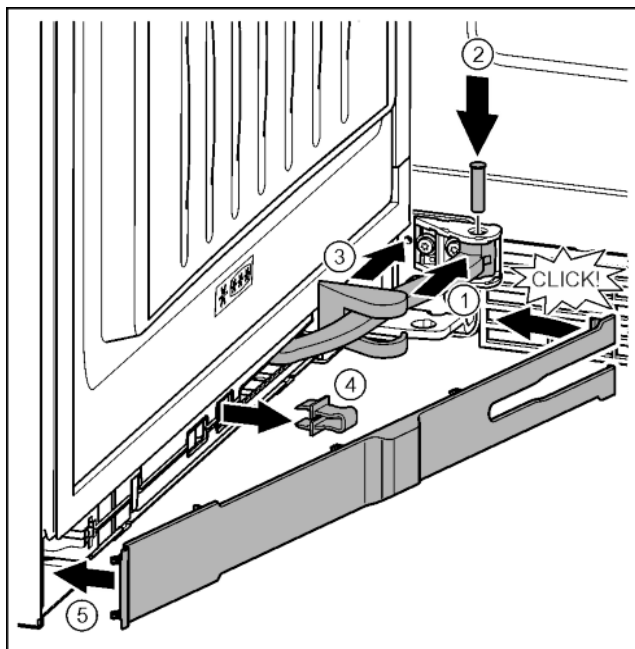

Fig. 39
- ▶ Tourner l'articulation dans la fixation. Fig. 39 (1)
- ▶ Introduire le boulon dans la fixation avec un tournevis T15 et mettre en place l'articulation. Veiller à ce que l'ergot d'encliquetage repose correctement dans la rainure. Fig. 39 (2)
- ▶ Pousser le cache du palier de support le long de l'articulation et le monter au-dessus de la fixation. Fig. 39 (3)
- ▶ Enlever l'arrêt. Fig. 39 (4)
- ▶ Mettre le cache du côté de la poignée et l'incliner vers l'intérieur. Fig. 39 (5)